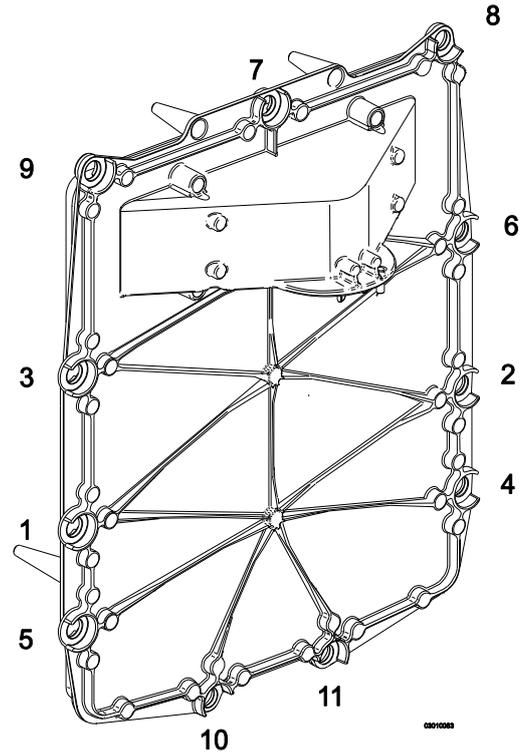

Abb. 87: Reihenfolge für das Anziehen der Pass-Schrauben
- ➔ Ziehen Sie die Pass-Schrauben gem. der in Abb. 87 angegebener Reihenfolge gleichmäßig kreuzweise von Hand an (10-12 Nm).